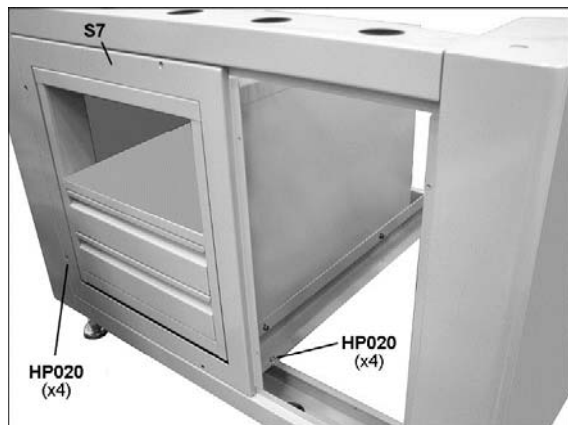

Figure 7-13
9. aller le panneau du côté ouvert (S7, figure 7-13) et serrer les vis.
10. Placer le boîtier de rangement avec ses supports dans le socle pour qu'il soit de niveau avec le panneau latéral. Voir la figure 7-13. Serrer les vis.